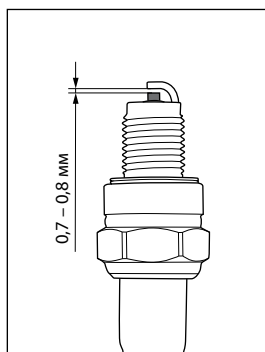

Рис. 24
6. Проверьте величину зазора между заземляющим и центральным электродами, используя специальный щуп. При необходимости установите зазор 0,6-0,7 мм (рис. 24).